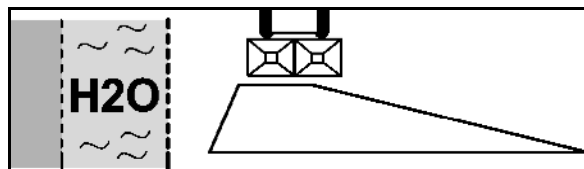

Bild 73
3. Kantspridning (Bild 73):
För gränsspridning (enligt gödsselförordning) (Bild 71) resp. **kantspridning** (bredvid egna ytor som ska behandlas på samma sätt) (Bild 73) ska den **vänstra Omnia-Set** spridarskivan (vänstersidig kantspridning), sett i färdriktningen, **bytas ut mot** den motsvarande gränsspridarskivan **Tele-Set**.